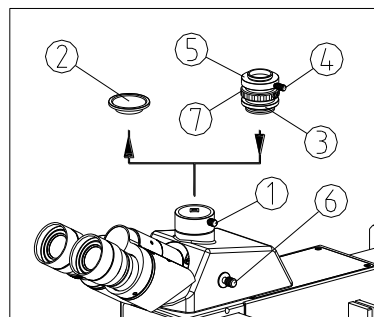

图 39
(1) 松开三通观察头上的锁紧螺钉①, 将三通防尘盖②取出。(如图 39)
(2) 取下摄像装置③两端的防尘盖, 将摄像装置按图示方向装入三通接口, 并旋紧锁紧螺钉①。
(3) 松开摄像装置上的锁紧螺钉④, 将摄像机接口(C 型卡口)⑤从摄像装置上取下, 旋入 CCD 或摄像机,